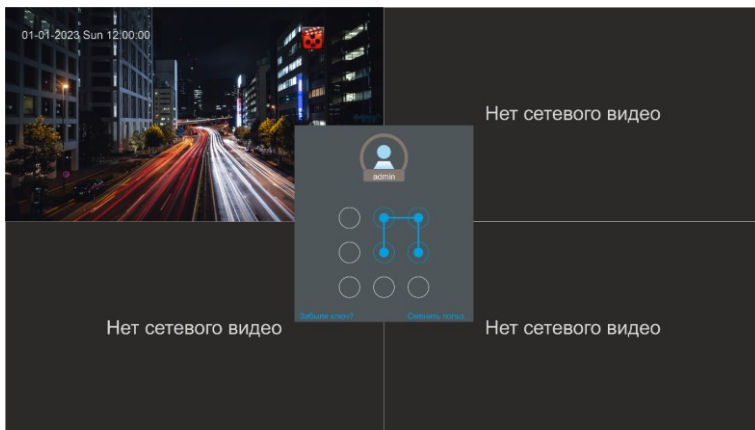

Рисунок 13 – Авторизация пользователя
7.12 На экране отобразится меню ввода графического ключа, после успешной авторизации на экран будет выведен видеопоток с выбранной камеры (рисунок 13).